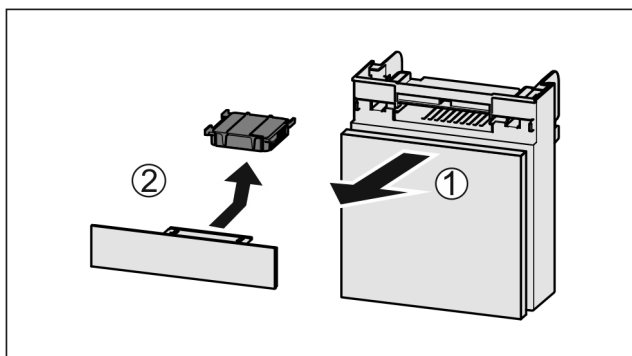

Fig. 93
- Fach nach vorne herausziehen Fig. 93 (1).
- Aktivkohlefilter entnehmen Fig. 93 (2).